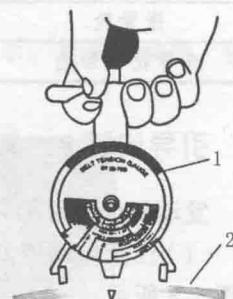

图 1-12 检测张紧力
(3) 握紧张紧力计上的把手和手柄, 将张紧力计安装到传动带上, 如图 1-12 所示。